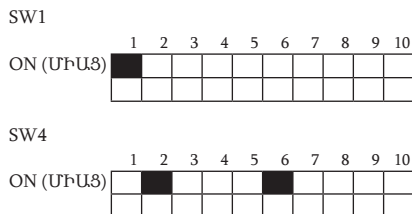

Fig. 2-2
2.4.3. Հոսանքի փոխարկիչների կարգավորումները (Fig. 2-2)